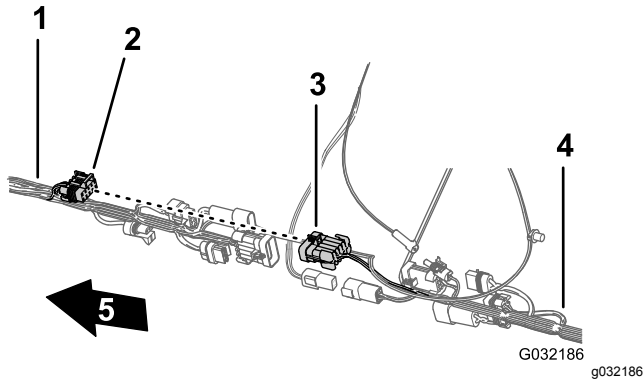

Figura 115
2. Conecte el conector hembra de 10 vías de interconexión del arnés delantero al conector de 10 pines de interconexión del arnés trasero (Figura 115).